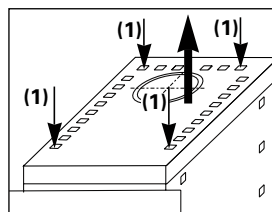

Abb. 16
der Feuerraumdeckel des Toyo abgenommen werden. Hierzu die Befestigungsschrauben im Feuerraumdeckel von oben über die Konvektionsluftöffnungen (1) lösen und den Feuerraumdeckel abnehmen (siehe Abb. 16).